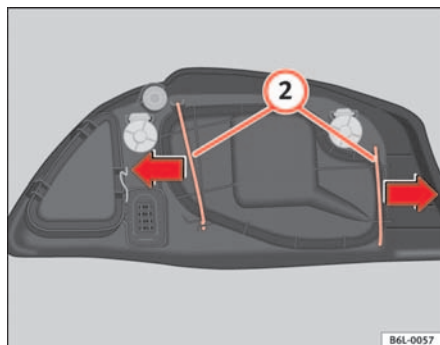

Fig. 140 Lámpara luz de cruce
- Desplace los tirantes ② ⇒ fig. 140 hacia afuera, en el sentido de las flechas y retire la tapa.
- Coloque la tapa de plástico y coloque los tirantes ② ⇒ fig. 140.